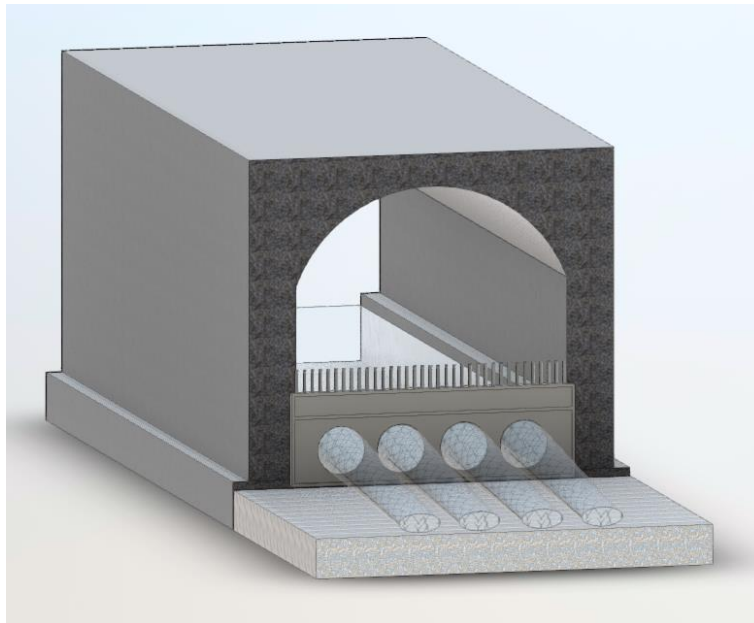

Figura 1. Deflector amb cistelles instal·lat a la sortida del sobreexidor
- Deflector amb cistelles (Figura 1): ús en sobreexidors amb cabals grans. Sistema format per deflectors situats a la part superior dotats de pintes (amb separació de punxes de 25 mm). Part inferior es col·loquen les malles amb obertures de 300 mm. Els deflectors estan fixats a les parets.